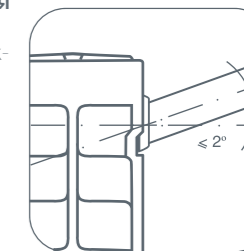

рис. 5
**!** Во избежание в радиаторе допустимо отклонение оси коллектора радиатора от подводящих труб не более 2° (рис. 5).